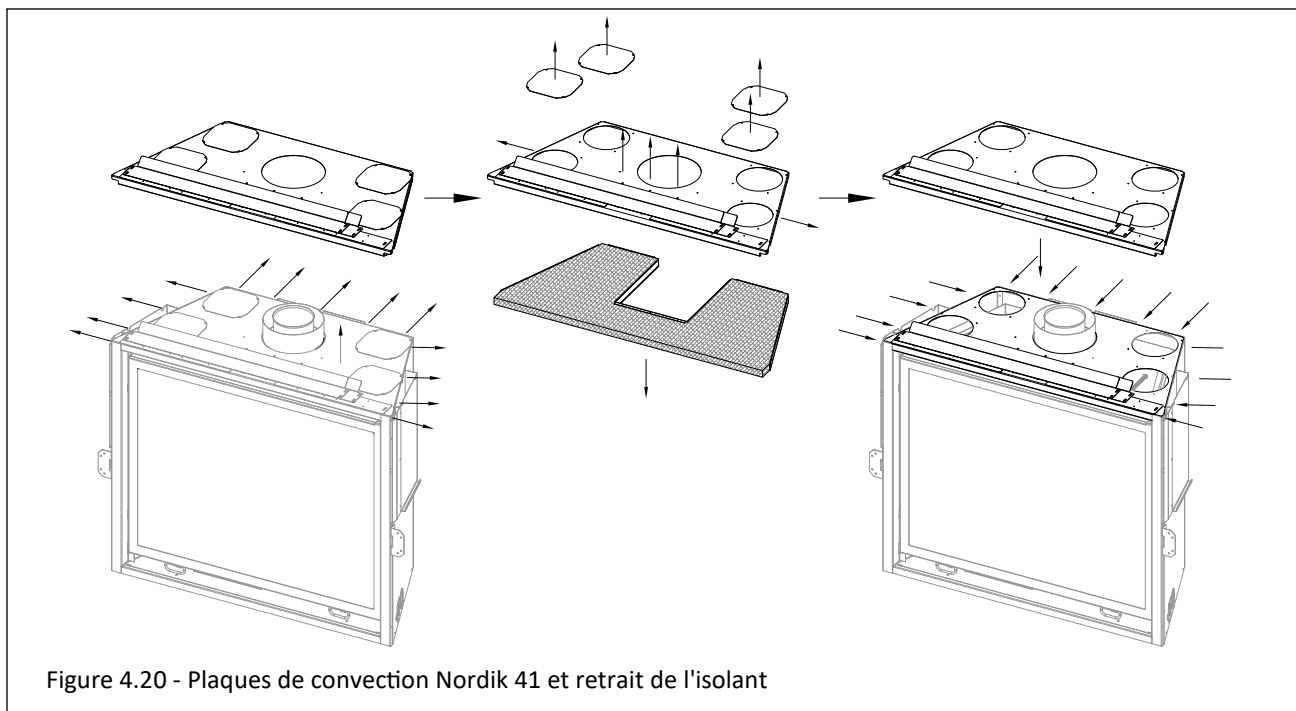
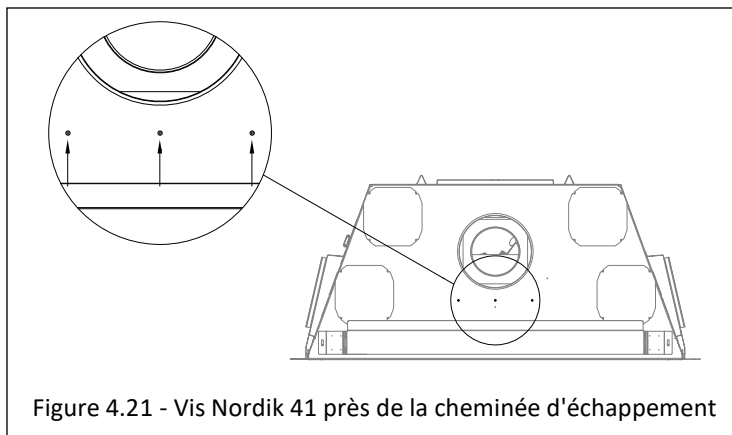

Figure 4.20 - Plaques de convection Nordik 41 et retrait de l'isolant
Figure 4.21 - Vis Nordik 41 près de la cheminée d'échappement
1. Retirez les (13) vis à tôle qui fixent l'assemblage de la coque extérieure supérieure. Tirez cet assemblage vers le haut autour de la cheminée d'évacuation pour le retirer de l'appareil. Voir la première image de la figure 4.20.
2. Retirez les (4) plaques de couverture là où chaque plaque de recouvrement est fixée avec des (4) vis à tôle. Voir la deuxième image de la figure 4.20. Jetez ces plaques de recouvrement.
3. Retirez (3) vis à tôle du haut de l'assemblage (voir gros plan à la Figure 4.21) et (2) vis à tôle sur le côté de l'assemblage (une vis de chaque côté illustrée dans la deuxième image de la Figure 4.20). Vous pouvez maintenant séparer les deux sections de l'assemblage de la coque extérieure supérieure. Retirez et jetez l'isolant et la partie inférieure de l'assemblage supérieur. De plus, jetez les (4) plaques de recouvrement illustrées dans la deuxième image de la figure 4.20.
4. Réinstallez l'assemblage de la coque extérieure supérieure sur l'appareil avec les (13) vis à tôle retirées précédemment.